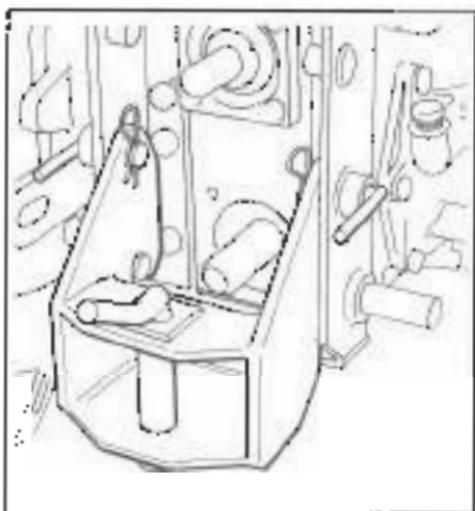

Fig. 12 - Bild 12
- Per i rimorchi ad un solo asse è consigliabile collegare il timone in una posizione bassa. Il pianale deve essere orizzontale ed il carico disteso tutto anteriormente (vedere la fig. 12).